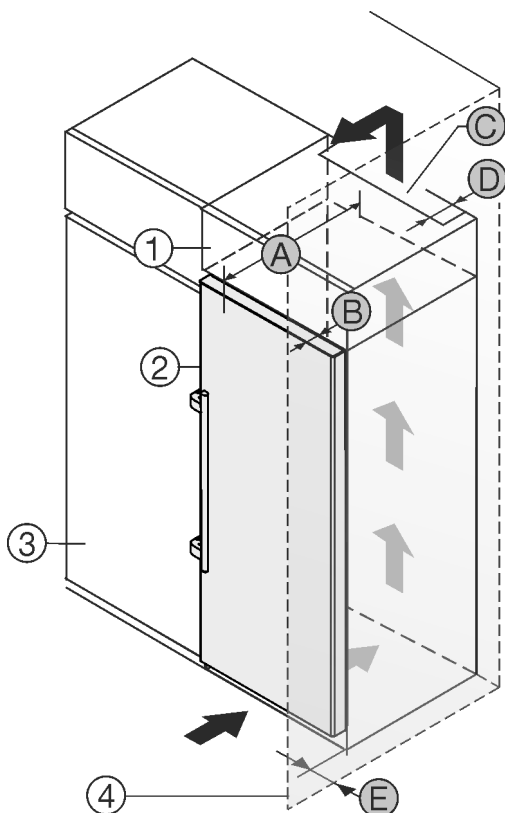

Fig. 2
A készülék közvetlenül a konyhaszekrény *Fig. 2 (3)* mellé állítható.*
A rátétszekrény hátoldalán egy megadott mélységű *Fig. 2 (D)* szellőzőaknát kell kialakítani a rátétszekrény teljes szélességében.*
A mennyezett alatt be kell tartani a szellőző keresztmetszetet *Fig. 2 (C)*.*
Ha a készüléket a zsanérjaival a fal *Fig. 2 (4)* mellé állítja fel, legalább 57 mm távolságot kell tartani a faltól. Ez a fogantyú túlnyúlásának felel meg, amikor kinyitja az ajtót.*
Ahhoz, hogy az ajtót teljesen ki tudja nyitni, a készüléknek a konyhaszekrény elülső oldalához képest legalább az ajtó mélységének *Fig. 2 (B)* megfelelően ki kell állnia. A konyhaszekrények *Fig. 2 (3)* mélységétől és a fali távtartók használatától függően a készülék nagyobb mértékben is túllóghat előre felé.*